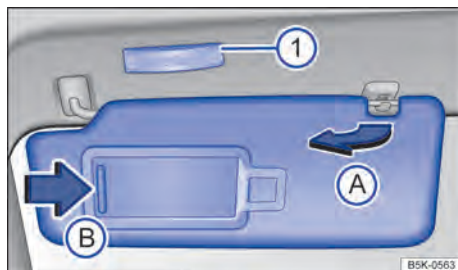

Fig. 80 Para-sol.
- Retirar o para-sol cuidadosamente do suporte segurando a base de fixação e virar na direção das portas → Fig. 80 (A).
No para-sol rebatido para baixo encontra-se um espelho de cortesia atrás de uma cobertura. Ao abrir a cobertura → Fig. 80 (B) uma lanterna se acende ①.